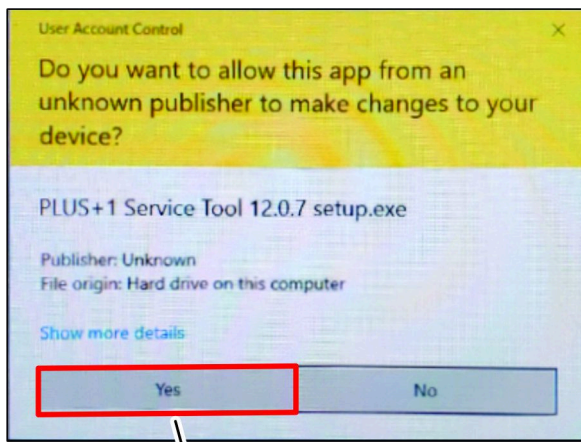

図 16
2. ユーザーアカウント制御ダイアログ ボックスが表示された場合は、はいボタン (図 16) をクリックする。